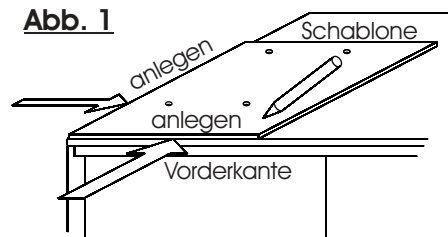

Abb. 2
3. Verschrauben Sie die Kufen mit je 4 Stück Ø4x25mm RW-Schrauben. Drehen Sie anschließend die Sockelschrauben in die hierfür vorgesehenen Gewindebohrungen der Kufen. (Abb. 2)